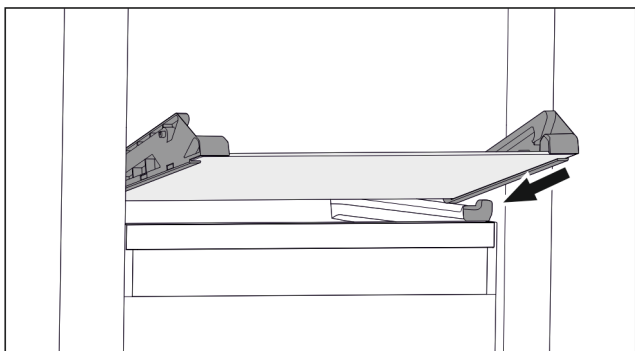

Fig. 93 Sklenená doska sklopnej zásuvky
- ▶ Nasadte sklenenú dosku šikmo za zarážkami. (pozri Fig. 93)